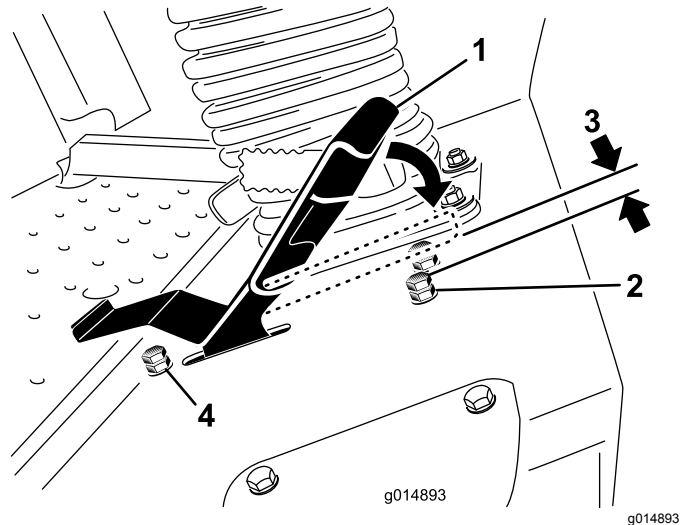

Рисунок 47
3. Отпустите контргайку на упорном болте педали тяги (**Рисунок 47**).